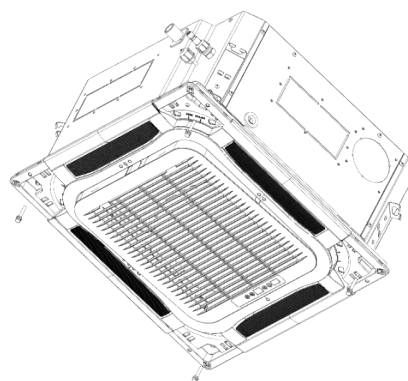

Fig. 4.4.5
- Fixez les 4 vis sur les deux côtés du panneau, comme illustré à la Fig.4.4.5.